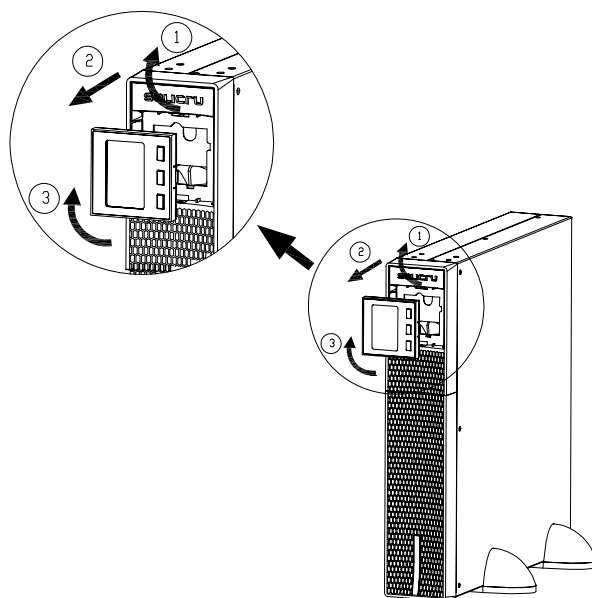

Fig. 8. Rotación del panel de control con display LCD sobre el embellecedor plástico del frontal.
- Originalmente de fábrica el equipo está previsto para su instalación como rack. Para facilitar la lectura de los mensajes del display cuando el equipo se instale verticalmente, se aconseja rotar 90° el panel de control en sentido horario (ver Fig. 8).